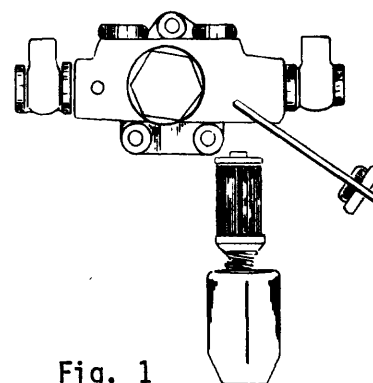

Fig. 1
*Prefiltro o filtro de entrada (fig. 1)*